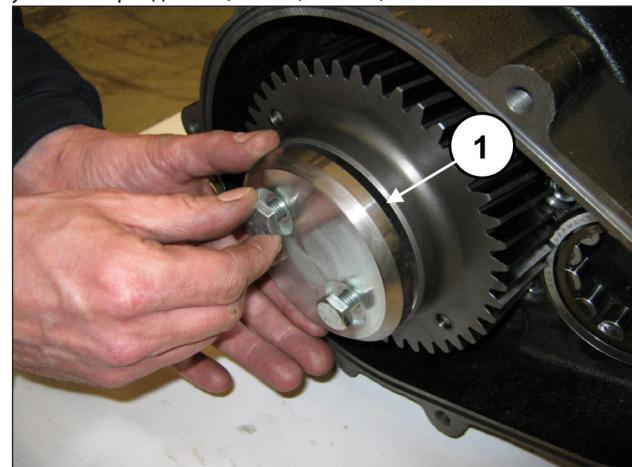

Рис. 78
Закрепите фиксатор зубчатого колеса (поз. ①, Рис. 78) с помощью 2 винтов M10x25.